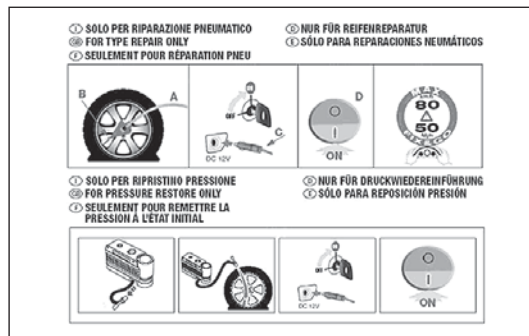

fig. 151
- ☐ un folleto informativo (véase fig. 151) con las instrucciones para utilizar correctamente el kit de reparación rápida que, más tarde, deberá entregarse al personal que reparará el neumático tratado;